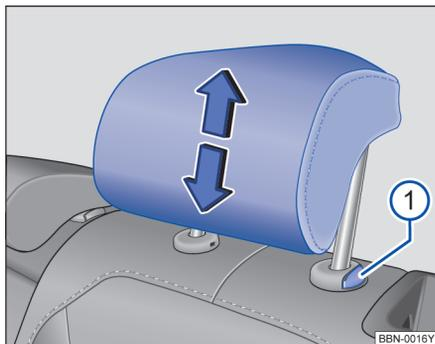

图 59 调整后排头枕
- 按住按钮⇒图 59①，同时沿箭头方向上推或下压头枕即可将头枕调整至合适高度⇒▲。